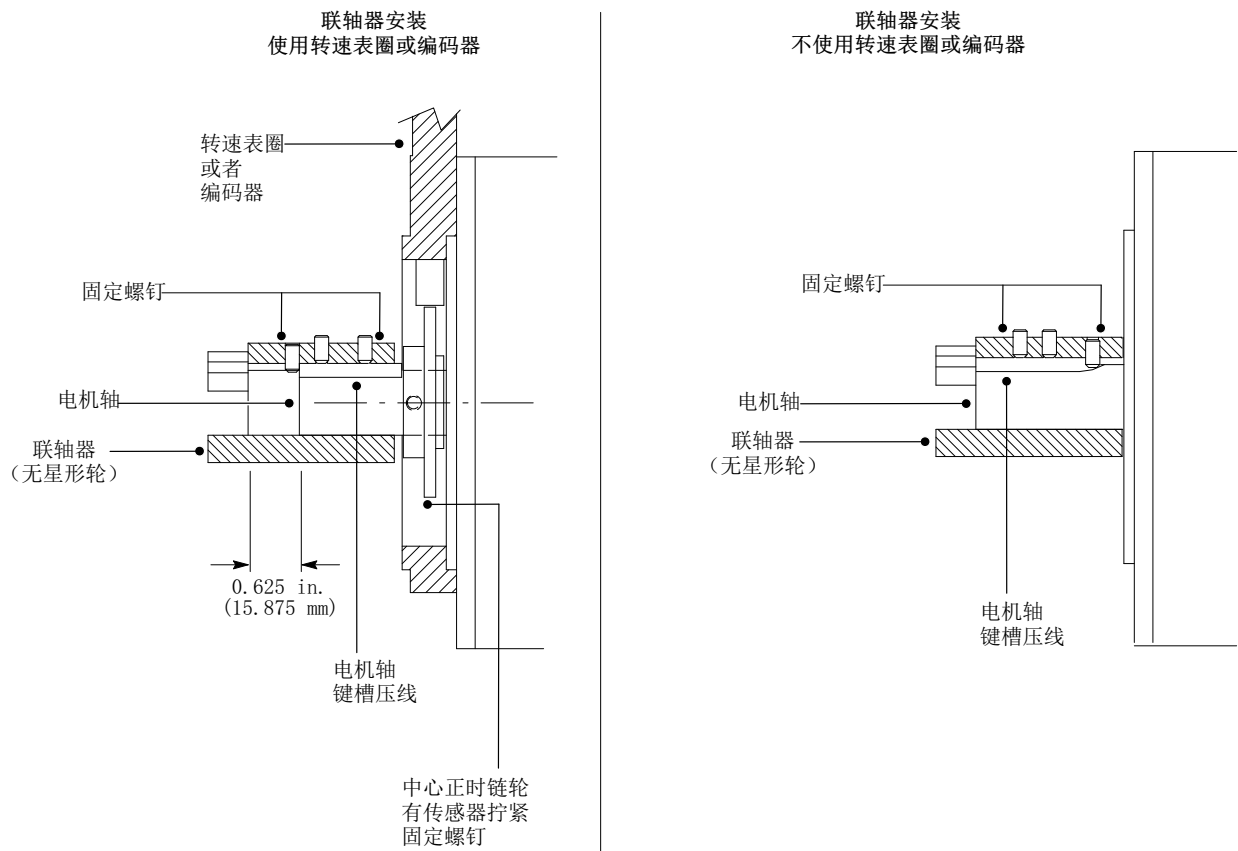

图 8 联轴器安装
3. 根据齿轮计量泵配置，安装联轴器(5)，如图8所示。牢牢拧紧联轴器固定螺钉(2)。